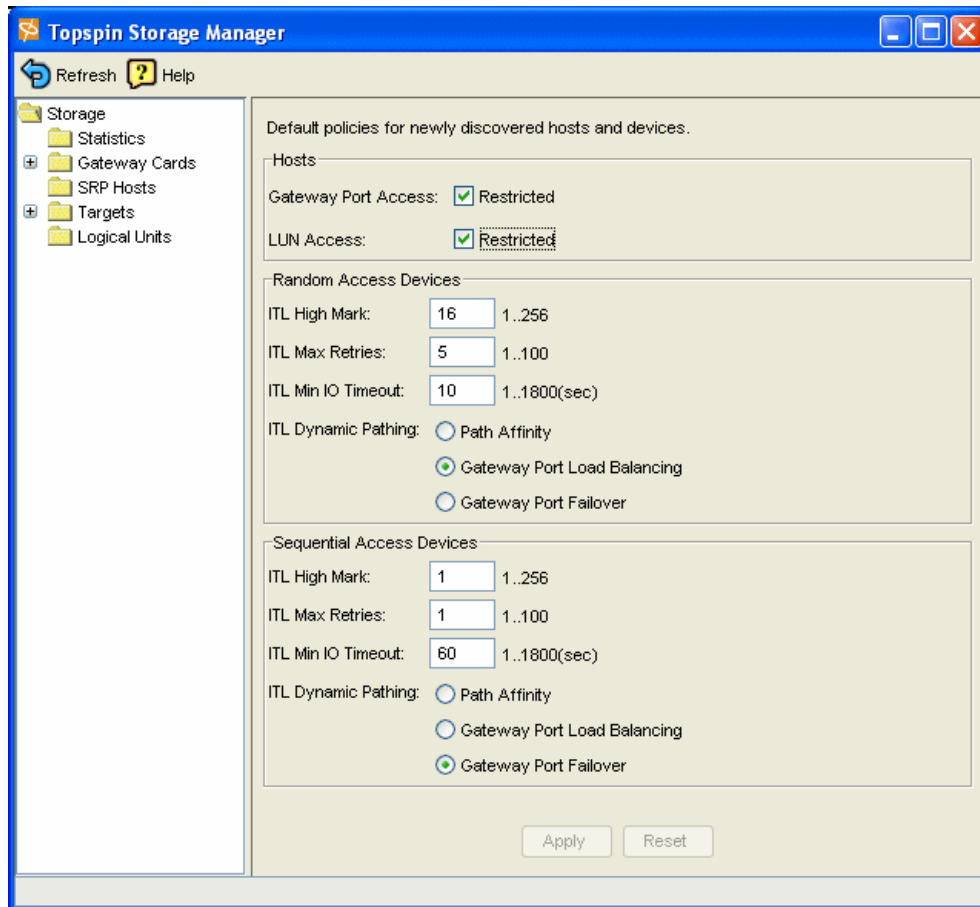

図 7-44 Topspin Storage Manager
4. これで、図 7-44 のようなウィンドウが開きます。「Gateway Port Access」と「LUN Access」の「**Restricted**」チェック・マークを外し、「**Apply**」をクリックします。